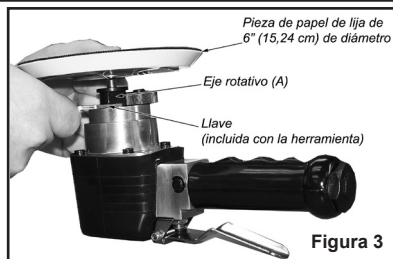

Figura 3
- Coloque la llave (incluida con la lijadora) en la parte plana del eje rotativo (ver Figura 3).